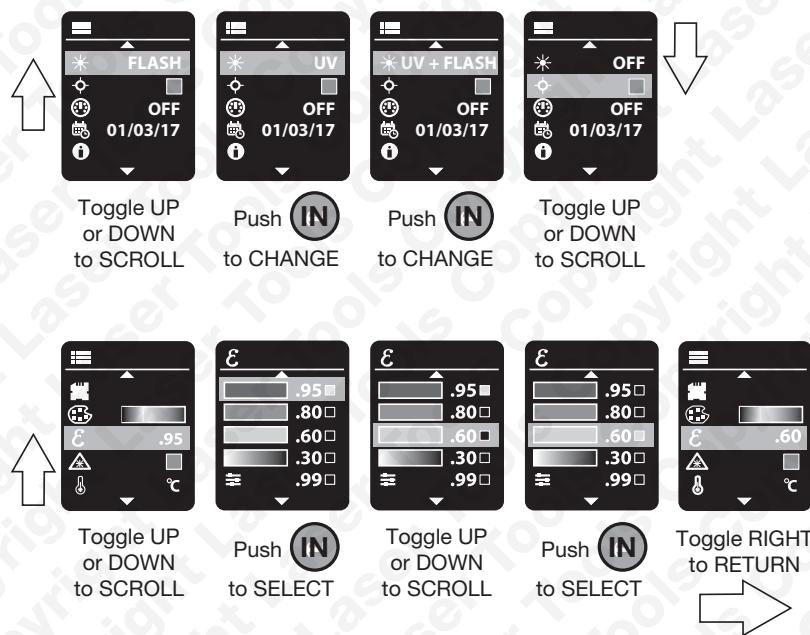

Fig. 5
Umschalter drücken, um eine Funktion auszuwählen, anschließend, je nach Funktion, erneut drücken, um die Funktionsparameter zu ändern, die Funktion ein- oder auszuschalten oder um ein Untermenü aufzurufen. (Siehe Abb. 5.).
**Emissionsgrad.** Umschalter drücken, um ins Untermenü „Emissionsgrad“ zu gelangen (siehe Abb. 5). Wie viel Infrarotenergie von einem Objekt abgestrahlt wird, hängt von seinem Emissionsgrad und seiner Temperatur ab. Der Emissionsgrad ist abhängig vom Material und seinen Oberflächeneigenschaften. Der Emissionsgrad eines Materials ist die relative Fähigkeit seiner Oberfläche, Energie durch Strahlung zu emittieren. Allgemein gilt: Je matter und schwärzer ein Material ist, desto näher liegt sein Emissionsgrad bei 1. Je stärker ein Material reflektiert, desto geringer ist sein Emissionsgrad. Hochglanzpoliertes Silber hat z. B. einen Emissionsgrad von ca. 0,02. Die meisten (90 % der typischen Anwendung) organischen Materialien sowie lackierte oder oxidierte Oberflächen haben einen Emissionsgrad von **0,95**, was der voreingestellte Standardwert der Wärmebildkamera 6515 ist. Anhand der nachfolgenden Emissionsgrad-Tabelle einen geeigneten Wert für den Emissionsgrad des zu scannenden Materials auswählen. Im Untermenü „Emissionsgrad“ nach oben oder unten scrollen, um den gewünschten Wert auszuwählen. Es gibt vier Voreinstellungen: 0,95, 0,80, 0,60 und 0,30. Umschalter zum Auswählen drücken, danach Umschalter nach **rechts** drücken, um zum Hauptmenü zurückzukehren. An den vier Voreinstellungen vorbei blättern, bis das Untermenü für benutzerdefinierte Einstellungen aufgerufen wird. Umschalter nach **oben** oder **unten** drücken, bis der gewünschte Emissionsgrad eingestellt ist. Umschalter nach **rechts** drücken, um diesen Wert zu speichern, erneut Umschalter nach **rechts** drücken, um zum Hauptmenü zurückzukehren.